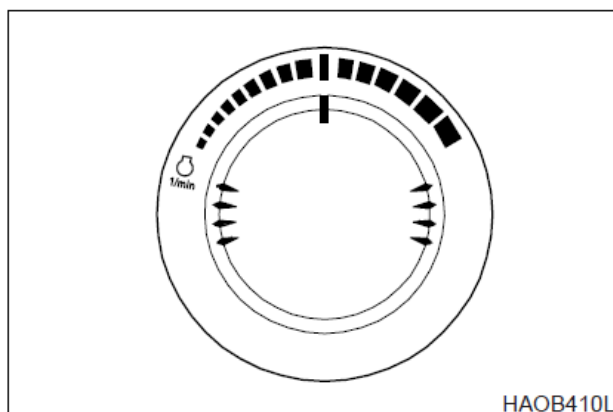

Рис. 20
2. Дать двигателю поработать приблизительно 5 минут без нагрузки на скорости в середине диапазона скоростей (рис.20).